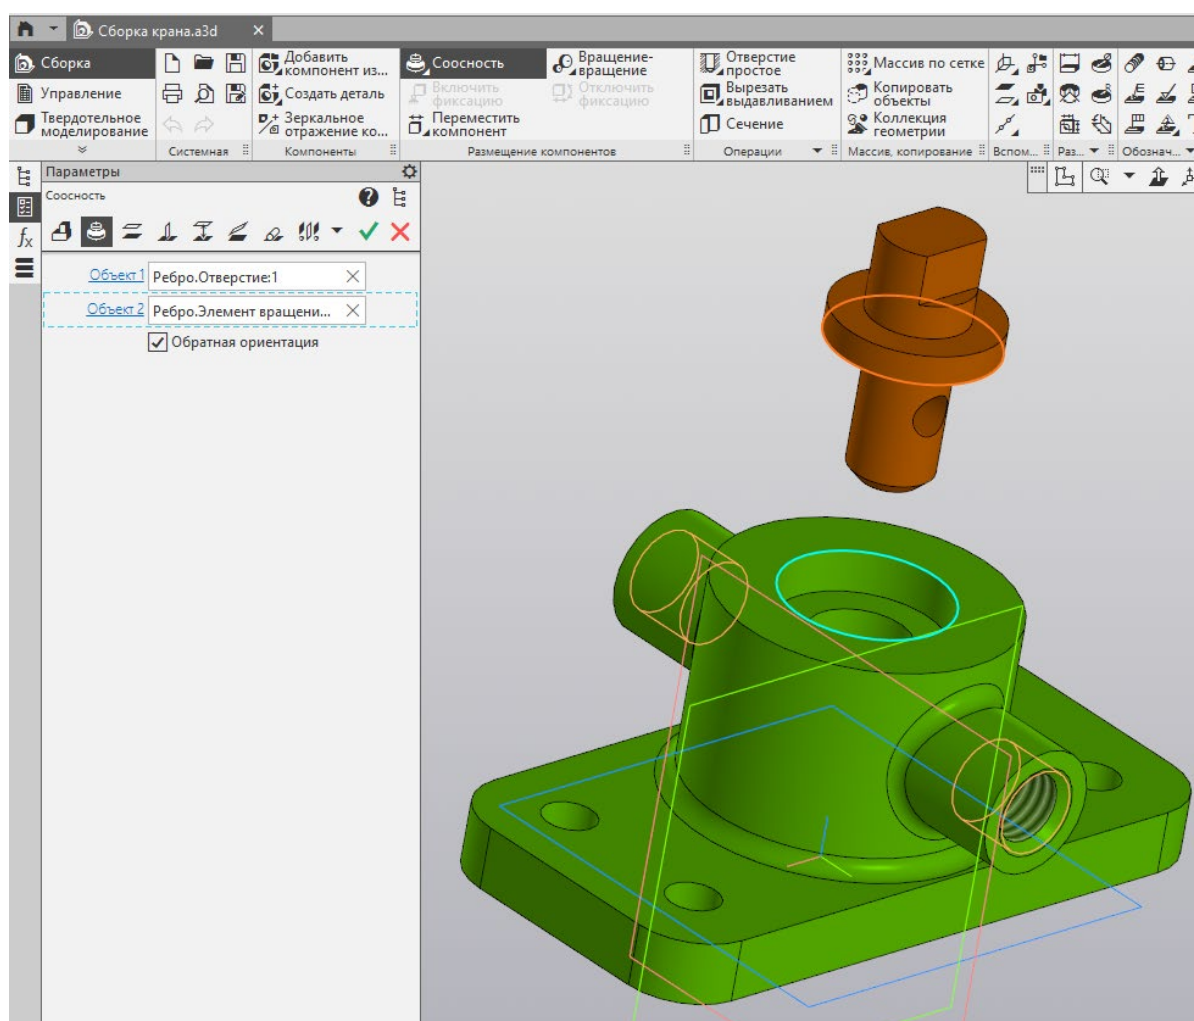
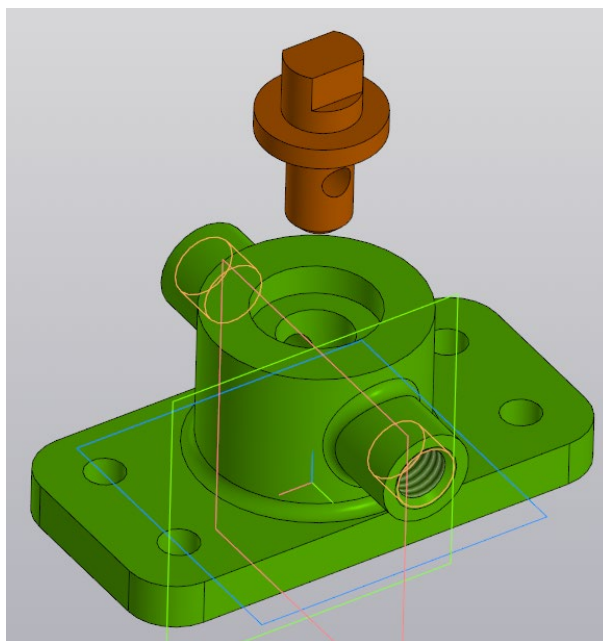

Рисунок 30 – Настройка параметров зависимости «Соосность»
Рисунок 31 – Результат применения зависимости «Соосность»
3.5 Для соединения штока с корпусом необходимо использовать команду «Совпадение» . Эта команда содержит несколько типов совпадений или зависимостей. Для того чтобы соединить шток необходимо сначала использовать тип зависимости «Соосность», чтобы совместить ось отверстия в корпусе с осью нижней цилиндрической части штока. Укажите мышкой «Объект 1» на грань окружности корпуса, а «Объект 2» на грань окружности штока (рис. 30). Подтвердите операцию зеленой галочкой. Тогда шток разместится над отверстием в корпусе и будет двигаться только по этой оси (рис. 31).